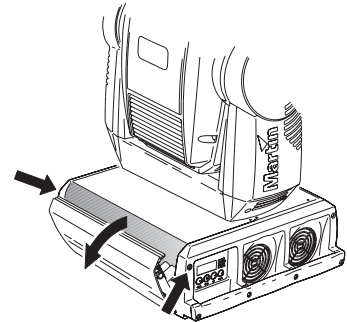

Bild 15: Setzen des Bootsektor-Jumpers
- 2 Entfernen Sie die oberen Schrauben der Seitenverkleidung der Basis und kippen Sie die Verkleidung nach unten, um Zugang zur Hauptplatine zu schaffen (Bild 15).